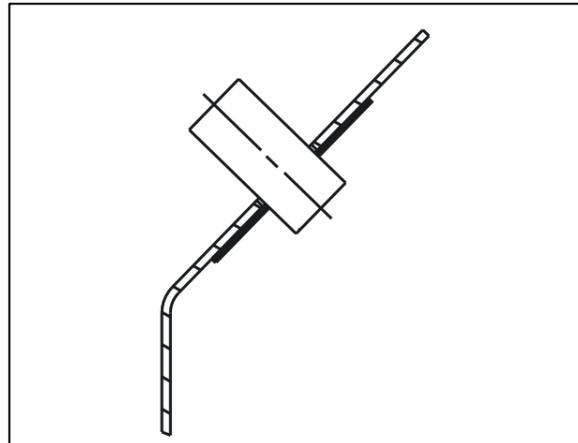

FIGURE 20
28. Installer l'assemblage de la bride à l'intérieur du moule de la toilette (Figure 20).